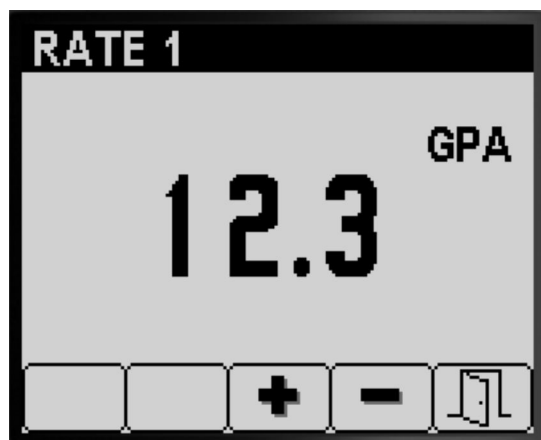

Figure 7
3. Appuyez sur le bouton 3 ou 4 pour augmenter ou réduire le débit de pulvérisation (Figure 7).